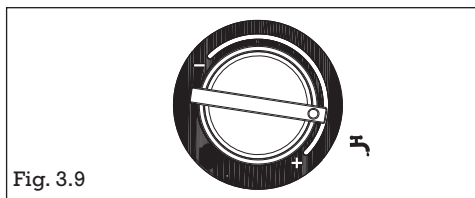

Fig. 3.9
3.3 Réglage de la température de l'eau sanitaire (fig. 3.9)
Pour régler la température de l'eau sanitaire, tourner la manette portant le symbole "⚡" (Fig. 3.9) dans la zone indiquée par + et -.